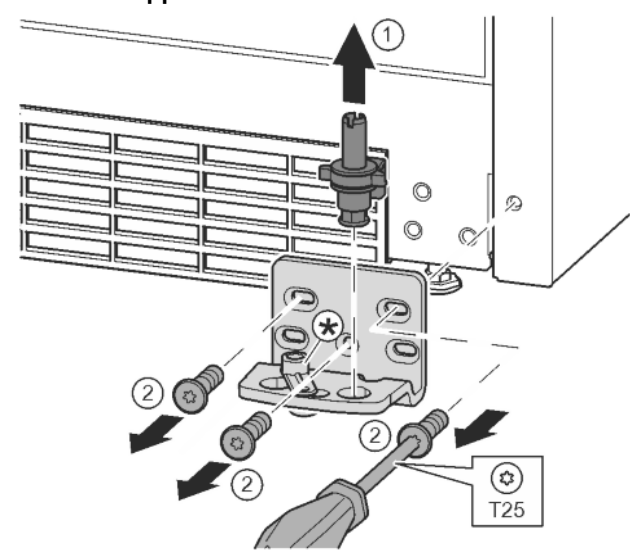

Fig. 15
- ▶ Sortir complètement l'axe de palier par le haut. *Fig. 15 (1)*
- ▶ Desserrer les vis avec le tournevis T25 et enlever le support de palier. *Fig. 15 (2)*